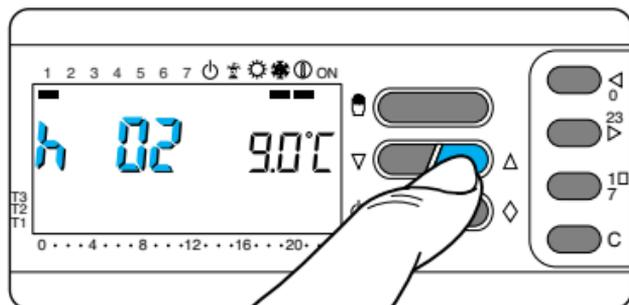

Fig. 56
10.4 - Premere il pulsante ∇ oppure Δ (fig. 56) sino a raggiungere il numero di ore desiderato da 1 a 99.